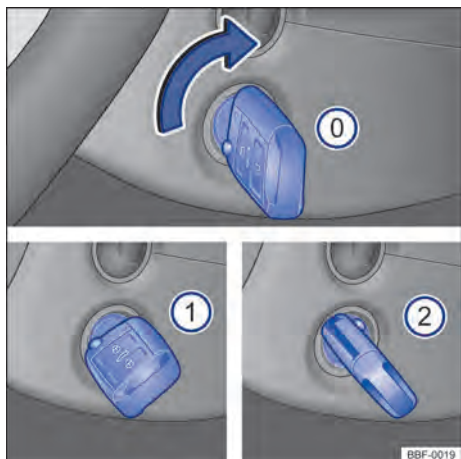

Fig. 92 Ao lado do volante, à direita: posições da chave do veículo no cilindro da ignição.
Posições da chave do veículo → **Fig. 92**
- ① Ignição desligada. A chave do veículo pode ser retirada.
- ② Ignição ligada.
- ③ Pisar no pedal do freio e ligar o motor. Quando o motor pegar, soltar a chave da ignição. Ao soltar, a chave do veículo retorna à posição → **Fig. 92** ①.
- *Veículos com cilindro da ignição:* girar a chave do veículo na posição → Fig. 92 ①. A ignição está ligada.
- *Veículos com cilindro da ignição:* girar a chave do veículo no cilindro da ignição para a posição → Fig. 92 ② – não acelerar. Quando o motor começar a funcionar, soltar a chave do veículo no cilindro da ignição.
- *Veículos com cilindro da ignição*: girar a chave do veículo no cilindro da ignição na posição → Fig. 92 .